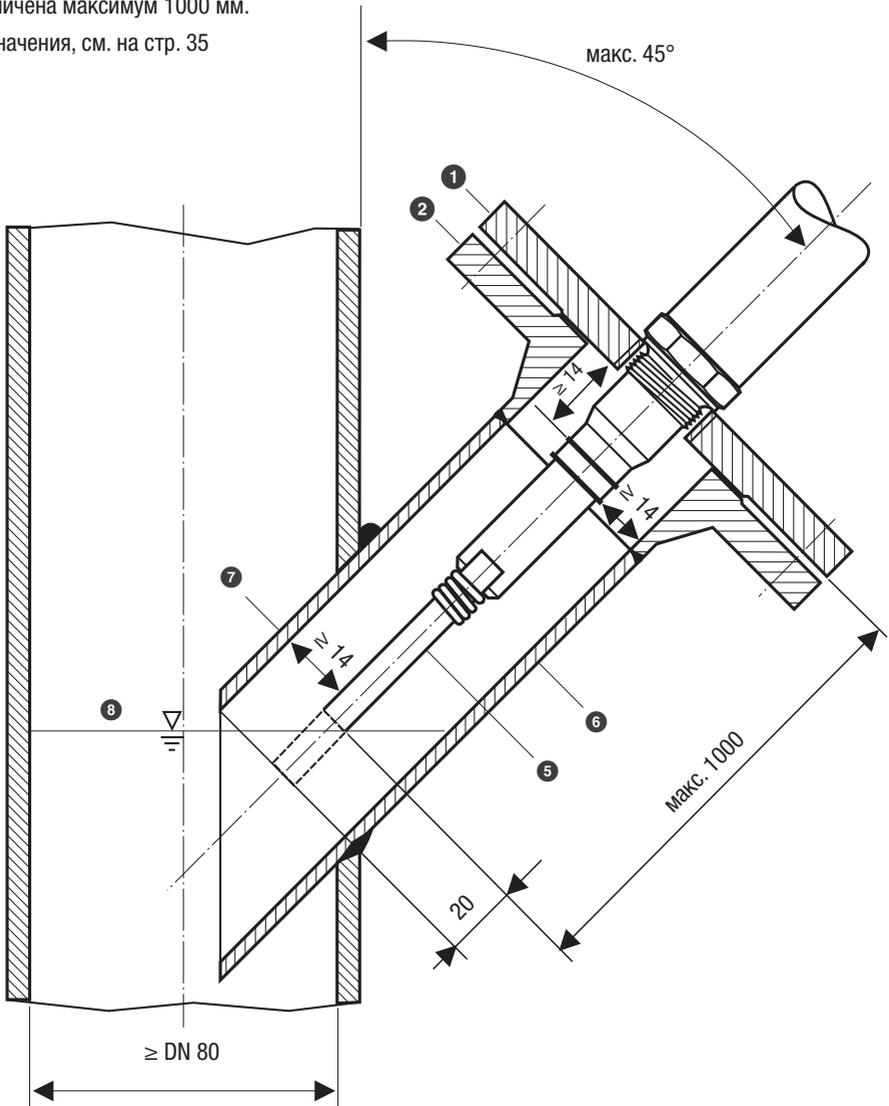

Рис. 16
- Угол наклона электрода уровня не должен превышать 45°, при этом длина электродного стержня ограничена максимум 1000 мм, см. Рис. 16.
| | Рис. 16. | Фланец (PN 40, 63, 160, 320) DIN EN1029-01 |
| | Рис. 16 (наклонный монтаж). | Защитная труба \geq DN 80 |